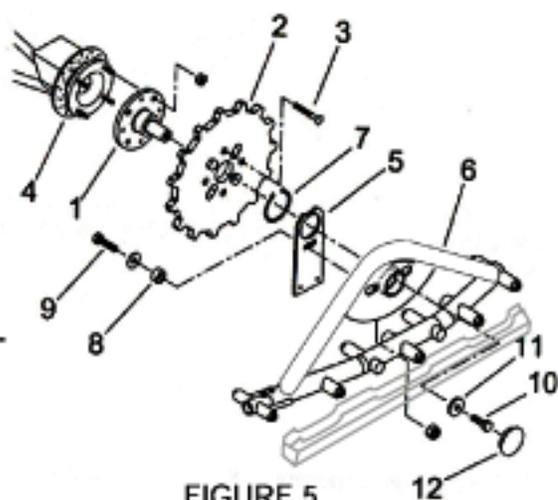

FIGURE 5
3. Installez le châssis des chenilles Tatou sur l'essieu du VTT fig.5#4 en utilisant les boulons d'origine ou autrement spécifié dans l'annexe A.